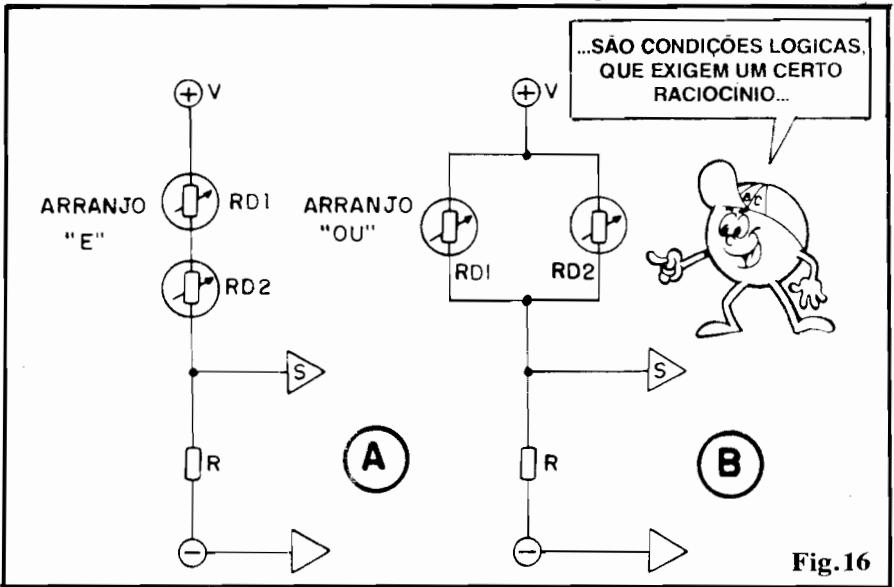

Fig.16
- FIG. 16-A - Através de simples "truques" baseados em **mais de um** "Resistor Dependente", em arranjos **série** ou **paralelo**, podemos determinar um comportamento "lógico" muito específico no sensoreamento! No exemplo, temos ainda um divisor de Tensão simples, com um resistor fixo R no ramo "inferior", porém **dois** RD, em série, constituindo o ramo "superior"... Observem que, nesse caso, apenas teremos uma sensível variação de Tensão na Saída S quando **ambos** os RD so-
- FIG. 16-B - Podemos obter uma ação "lógica OU", simplesmente usando **dois** RD, porém **em paralelo**, num dos dois ramos de um divisor de Tensão simples! Na configuração mostrada, quando RD1 **ou** quando RD2 tiverem seu valor ôhmico **reduzido**, obteremos um sinal de **elevação** de Tensão no ponto S. Já quando RD1 ou RD2 (exclusivamente um **ou** outro...) tiverem seu valor **aumentado**, a reação do arranjo (variação de Tensão "para baixo", no ponto S) será bem mais modesta... Como sempre, lembrar que podemos simplesmente inverter o comportamento geral, colocando o par/paralelo de RD "em baixo", e o resistor fixo R "em cima".
Nos dois casos exemplificados na fig. 16, vale notar que a "regrinha" de procurar manter o valor de R **próximo** à Resistência assumida pelo par de RD em cir-
no geral, o valor nominal **ideal** para o Resistor Ajustável RA será em torno do **dobro** do valor ôhmico de RD (na situação "média" de sensoreamento...). Assim, num exemplo prático, se RD for um TERMÍSTOR de 5K nominais (a 25°C), o mais confortável ajuste em RA será obtido se este tiver um valor nominal de 10K... Com essa proporção, estando RA na sua posição central de ajuste (**knob** do potenciômetro ou **trim-pot** a "meio giro" ...), teremos no ponto de Saída S aproximadamente **metade** da Tensão de alimentação geral V, obtendo assim a mais ampla excursão de sinal (Tensão) nas mais variadas condições de sensoreamento ou valor ôhmico momentâneo assumido por RD! Notem ainda que o arranjo pode ser estruturado com o RA "em cima" ou "em baixo" no divisor de Tensão, buscando o desejado "sentido" da excursão de Tensão na Saída S... Também nada impede que arranjos "lógicos", tipo "E" ou "OU" (fig. 16) tenham o seu resistor fixo R substituído por um componente ajustável (RA), de modo a facilmente permitir a "colocação no